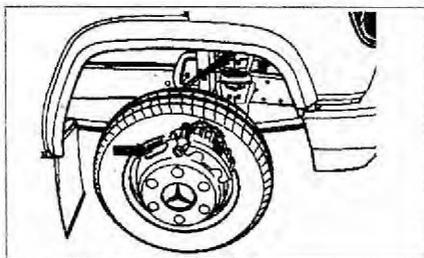

Рис. 1.25. Проверьте толщину наружной накладки тормозной колодки переднего колеса через отверстие (стрелка).
3. Проверьте толщину наружной накладки тормозной колодки переднего колеса через отверстие (стрелка) (рис. 1.25).